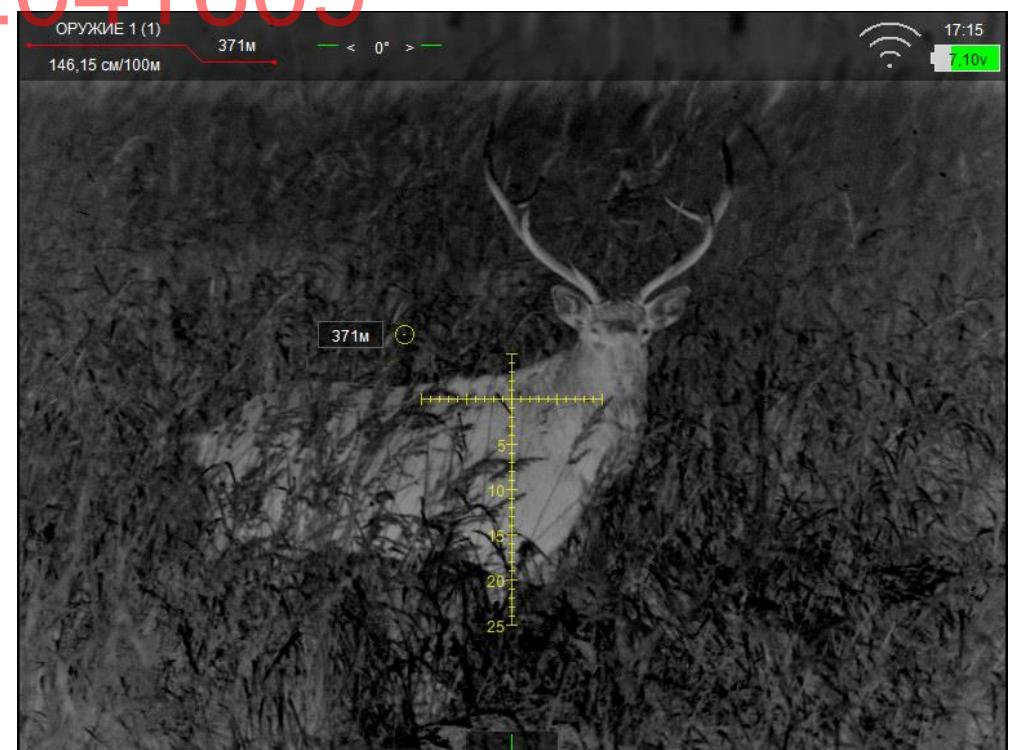

Рис. 29 – Дальномерная метка
Дальномер включается либо нажатием кнопки (16), находящейся на его корпусе, либо кнопкой на пульте ду дальномера (пульт входит в комплект поставки). После первого нажатия кнопки на экране прицела отобразится дальномерная метка (см. рис. 29). Повторное нажатие на кнопку (16) дальномера производит замер дистанции (замер производится в момент нажатия на кнопку, метка загорается синим цветом). Значение расстояния высвечивается рядом с меткой. После 5 секунд бездействия дальномерная метка выключается автоматически.